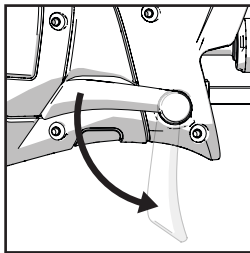

Fig. 4
- Släpp kontaktplattans låsspak. (Fig. 4)